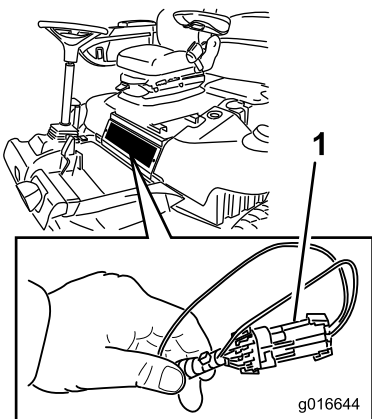

Figura 43
2. Retire o painel de acesso localizado abaixo da parte da frente do banco (Figura 43).
3. Localize os fios e os conectores junto ao controlador (Figura 43).